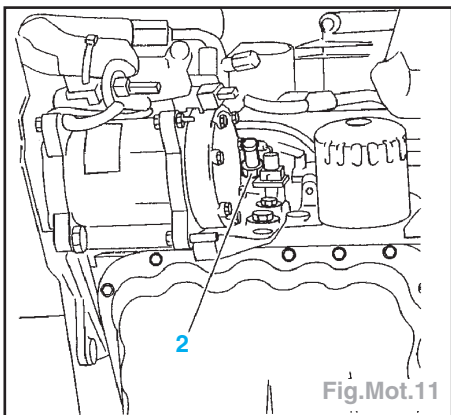

Fig.Mot.11
- Ouvrir le bouchon (2) pour vidanger la 1^{ère} rampe de cylindres (Fig.Mot.11).